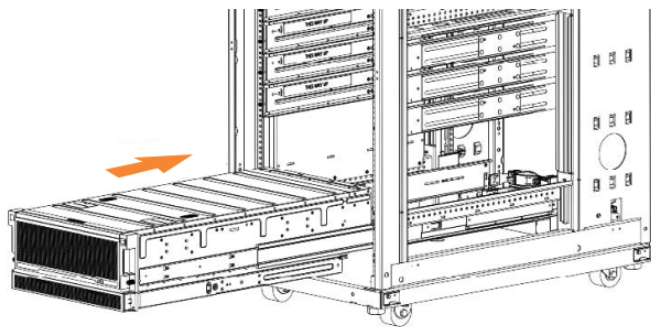

Figure 60. Exemple d'installation du boîtier dans l'armoire
- Installez le boîtier d'extension dans la position la plus basse de l'armoire. La Figure 60, à la page 59 en donne un exemple.